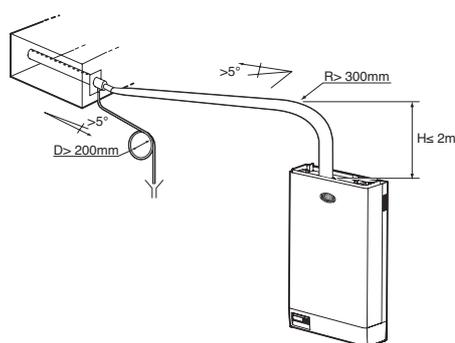

Рис. 8.6.2
1. Подъем вертикально вверх на высоту не менее 300 мм, далее сгиб с радиусом не менее 300 мм и постепенный наклон вниз не менее  $5^{\circ}$  (см. Рис. 8.6.2);
Конец трубки для отвода конденсата подсоединяется к ближайшей дренажной системе с минимальным наклоном  $5^{\circ}$  для обеспечения самотека (см. Рис. 8.6.2).